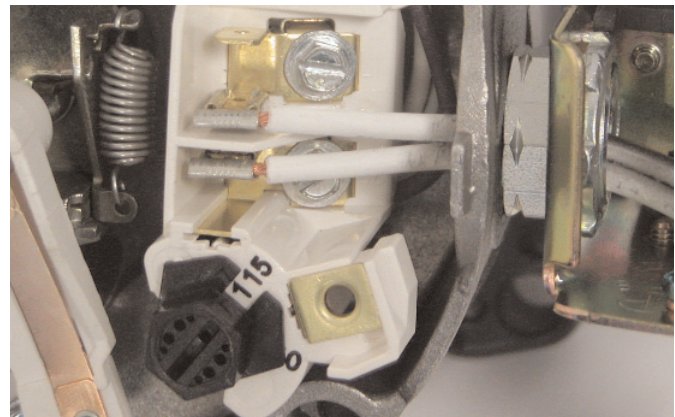

Figura 12: Tensión configurada para 115 voltios, tipo cuadrante.
2. Gire el cuadrante hacia la izquierda hasta que aparezca 115 en la ventana del cuadrante según se ilustra en la figura 12.